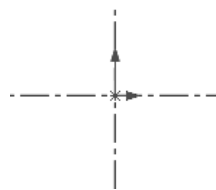

图 4.2 绘制中心线
(1) 绘制中心线。
① 选择命令。选择下拉菜单 **工具(T)** → **草图绘制实体(E)** → **中心线(C)** 命令。
② 绘制中心线。绘制经过原点的水平和竖直中心线(两条中心线都是无限长的),结果如图 4.2 所示。